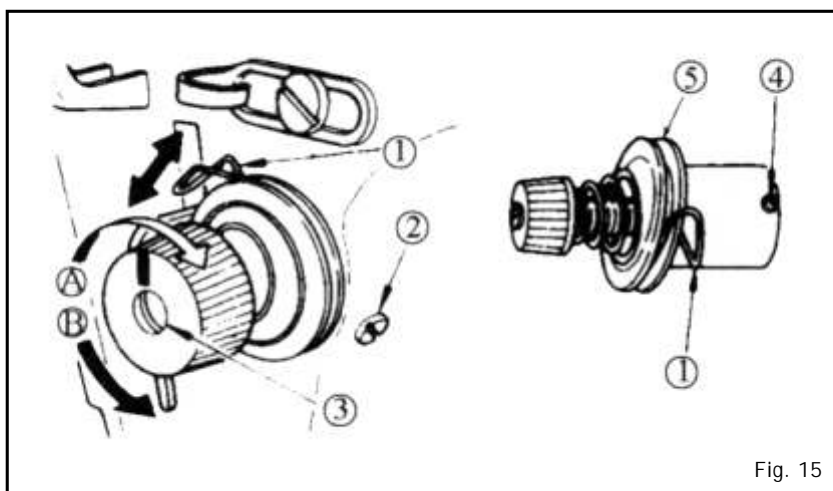

Fig. 15
9. Mola do Estica-Fio (Fig 15)